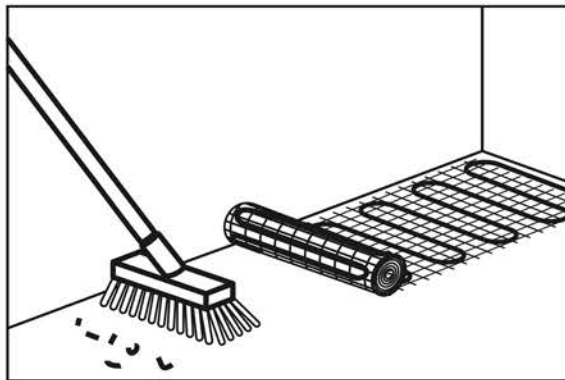

Рис. 3 – Очистка пола от мусора
1. Поверхность пола необходимо выровнять, очистить от мусора, острых и заостренных предметов (рис.3).